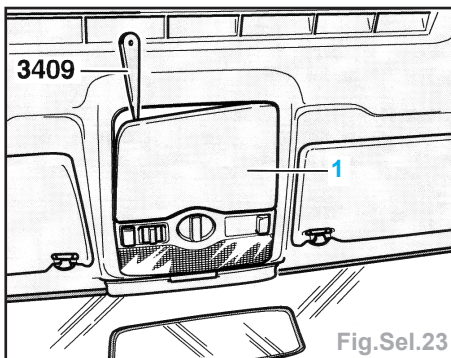

Fig.Sel.23
- Avec la clavette (3409), enlever le cache du moteur électrique (1) (Fig.Sel.23).